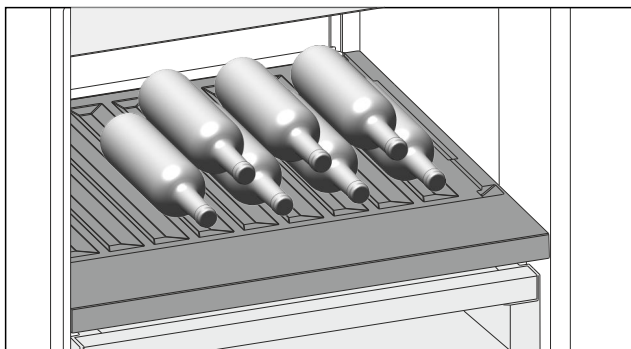

Fig. 181 Ilustrační zobrazení
- Láhve ukládejte dnem dozadu k zadní stěně. (viz Fig. 181)